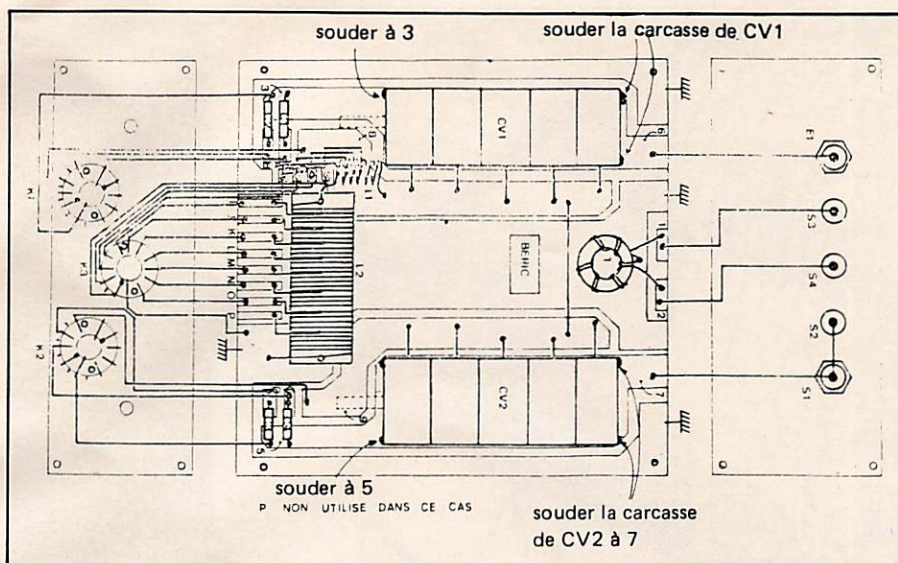

FIGURE 8
Pour tout ce qui va suivre, se référer au schémas fig. 8 et 9
- ( ) Présenter la face arrière au fond du coffret et exécuter au plus court comme sur fig. 8 avec le fil souple de forte section.